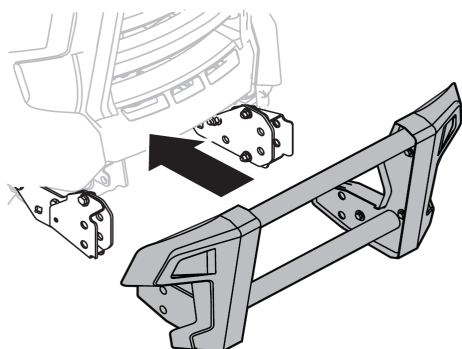

Figure 16
1. ブラシガードアセンブリをFastAttach™に合わせます。ブラケットとブッシュアセンブリを一緒に押します。図16参照。